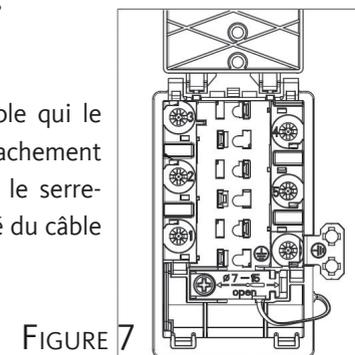

FIGURE 7
4. Passez le câble d'alimentation sous le serre-câble qui le maintient en place et le protège contre l'arrachement (voir figure 7). Si vous n'avez pas encore vissé le serre-câble, faites-le maintenant pour qu'une extrémité du câble d'alimentation soit fixée au boîtier.